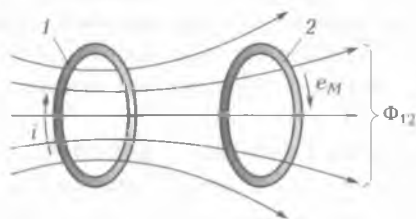

Рис. 3.11. Взаимои́ндукция:
Если две индуктивные катушки находятся на некотором расстоянии друг от друга (рис. 3.11) и по одной из них (1) проходит изменяющийся ток, то часть магнитного потока, возбуждаемая этим током, пронизывает витки второй индуктивной катушки (2) и в ней возникает ЭДС, называемая **ЭДС взаимои́ндукции**.
Если два замкнутых контура или две индуктивные катушки 1 и 2 (см. рис. 3.11) сцеплены с общим магнитным потоком  $\Phi_{12}$ , то такие контуры и индуктивные катушки называют **индуктивно-** или **магнитно-связанными**.